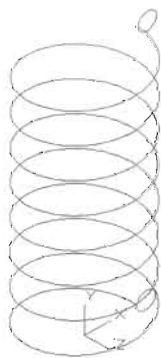

图 14-83
(5) 将圆沿螺旋线进行扫掠, 生成弹簧实体, 如图 14-83 所示, 命令执行过程如下。